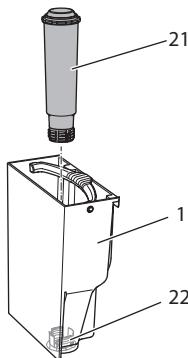

Fig. 15: Montaggio e smontaggio del filtro dell'acqua
- Rimuovere il filtro dell'acqua (vedere Fig. 15 a pagina 114).
9. Installare un filtro nuovo nel serbatoio dell'acqua (vedere Fig. 15).
3. Rimuovere il filtro dell'acqua (vedere Fig. 15).